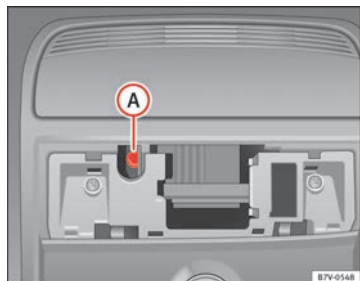

Fig. 197 Vite a brugola per la chiusura del tettuccio scorrevole panoramico.
- Inserire una normale chiave a brugola¹⁾ da 4 mm nella vite a brugola ⇒ fig. 197 **(A)**.